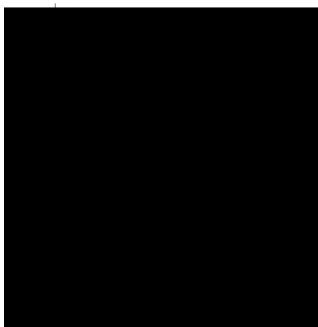

Рис. 7.25. Объект ссылки и работа «Подготовка компонентов» связаны стрелкой.
5. Свяжите стрелкой объект ссылки и работу «Подготовка компонентов» (рис. 7.25).